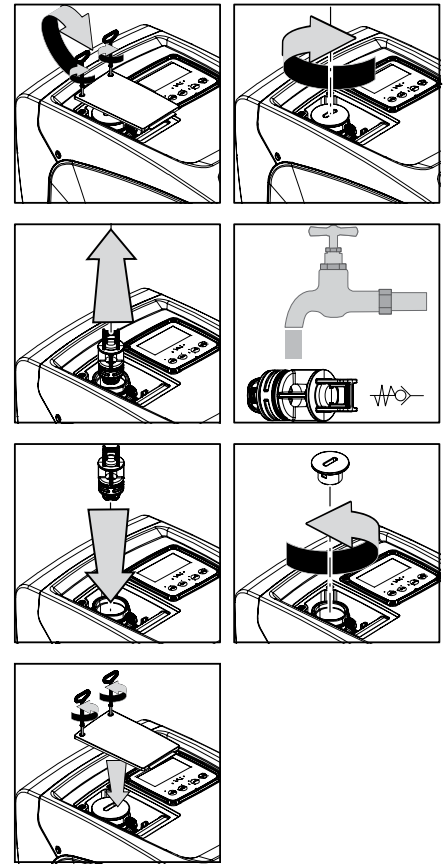

Abbildung 22
1. die Zugangsklappe zum Fach für die außerordentliche Wartung ausbauen (Abb.1 Seite F), indem die 2 Verschlusschrauben mit dem Zusatzwerkzeug gelöst werden. Es empfiehlt sich die Schrauben nicht ganz zu entfernen, damit sie verwendet werden können, um die Klappe abziehen. Darauf achten, dass die Schrauben nach dem Ausbauen der Klappe nicht in das Innere des Systems fallen (Abb.22);
2. mithilfe eines Schraubendrehers den 1"1/4 Deckel ausbauen, um auf das Rückschlagventil zuzugreifen (Abb.22);
3. mithilfe einer Zange die Kartusche des Rückschlagventils ohne zu drehen abziehen, indem an der vorbereiteten Brücke angesetzt wird (Abb.22): Dieser Vorgang könnte eine gewisse Kraft erfordern;
5. die komplette Kartusche erneut in ihren Sitz einsetzen: Der Vorgang verlangt die notwendige Kraft für das Zusammendrücken der beiden O-Ring-Dichtungen (Abb.22);
6. den 1"1/4 Deckel bis zum Anschlag einschrauben: falls die Kartusche nicht korrekt in ihren Sitz eingedrückt wurde, erfolgt dies spätestens beim Einschrauben des Deckels (Abb.22);
7. die Klappe wieder anbringen und die 2 Schrauben festziehen (Abb.22).